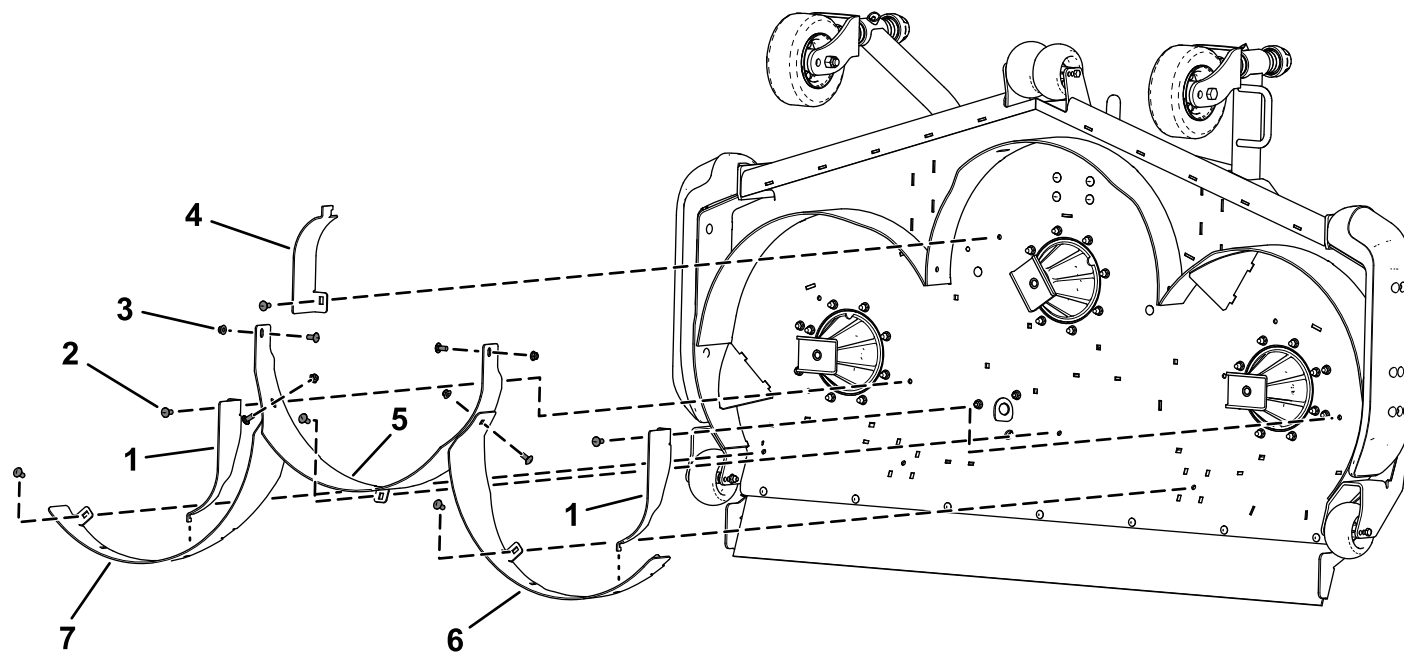

Figura 7
1. Fissate senza serrare il deflettore posteriore destro al piatto di taglio utilizzando 2 bulloni a testa tonda ( $\frac{3}{8}$ " x  $\frac{7}{8}$ " ) e 2 dadi di fissaggio ( $\frac{3}{8}$ " ), come illustrato nella Figura 7.
2. Fissate senza serrare il deflettore posteriore sinistro al piatto di taglio utilizzando 2 bulloni a testa tonda ( $\frac{3}{8}$ " x  $\frac{7}{8}$ " ) e 2 dadi di fissaggio ( $\frac{3}{8}$ " ), come illustrato nella Figura 7.
3. Fissate senza serrare il deflettore posteriore centrale al piatto di taglio utilizzando 3 bulloni a testa tonda ( $\frac{3}{8}$ " x  $\frac{7}{8}$ " ) e 3 dadi di fissaggio ( $\frac{3}{8}$ " ), come illustrato nella Figura 7.
4. Fissate senza serrare il deflettore posteriore centrale al deflettore posteriore destro e al deflettore posteriore sinistro utilizzando 2 bulloni a testa tonda ( $\frac{3}{8}$ " x  $\frac{7}{8}$ " ) e 2 dadi di fissaggio ( $\frac{3}{8}$ " ), come illustrato nella Figura 7.
5. Fissate senza serrare i 2 deflettori laterali con spingitore e il deflettore centrale con spingitore utilizzando 3 bulloni a testa tonda ( $\frac{3}{8}$ " x  $\frac{7}{8}$ " ) e 3 dadi di bloccaggio ( $\frac{3}{8}$ " ), come illustrato nella Figura 7.